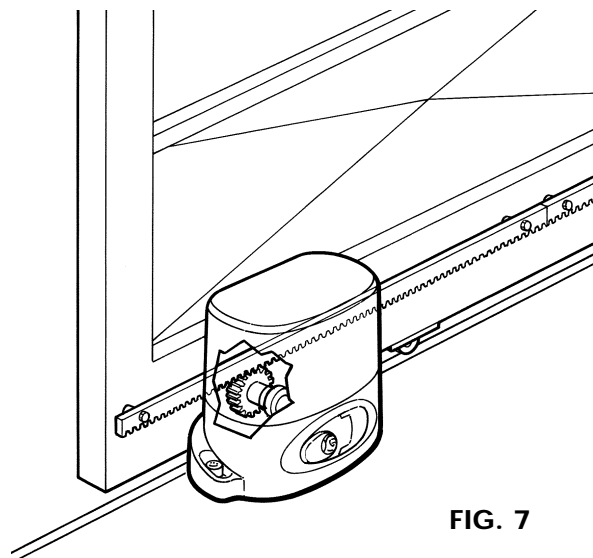

FIG. 7
Appoggiare sull'ingranaggio il primo elemento di cremagliera (Fig. 7) e bloccarlo con viti e distanziali al cancello, facendo scorrere l'anta.
Rest the first rack element on the gear (Fig. 7) and lock it to the gate with screws and spacers, sliding the gate backwards and forwards.
Poser sur l'engrenage le premier élément de la crémaillère (Fig. 7) et le bloquer avec des vis et des entretoises au portail en faisant coulisser celui-ci.
*Das erste Zahnstangenelement in das Zahnrad einsetzen (Abbildung 7), mit den Schrauben sperren und mit dem Torflügel mit dem Tor ausrichten.*
Apoyar sobre el engranaje el primer elemento de cremallera (Fig. 7) y sujetarlo con tornillos y separadores a la cancela, haciendo deslizar la hoja.